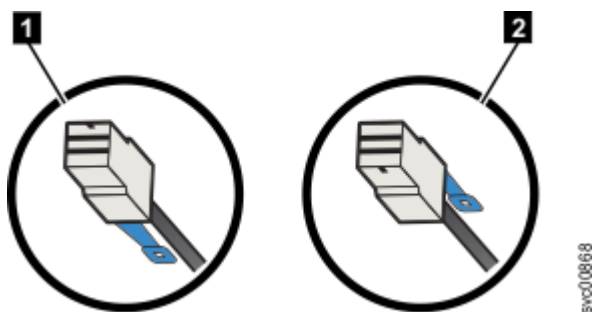

Figura 134. Orientação do conector a cabo SAS
- Para os gabinetes de expansão 2145-24F ou 2145-12F , a aba de puxar azul deve estar abaixo do cabo (1 no Figura 134 na página 120).
- Para nós 2145-SV1 ou 2145-DH8 e gabinetes de expansão 5U, a aba de puxar azul deve estar acima do conector (2 na Figura 134 na página 120).